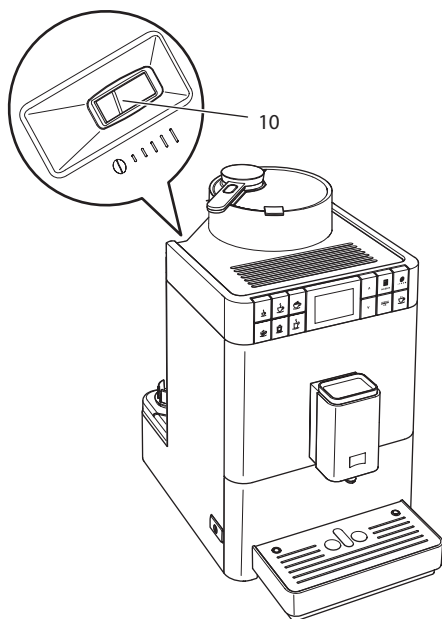

Рис. 18: Рычаг настройки тонкости помола
- » В корпусе становится виден рычаг "Регулировка тонкости помола" (10).
2. Переместите рычаг влево или вправо, как показано на Рис. 18.